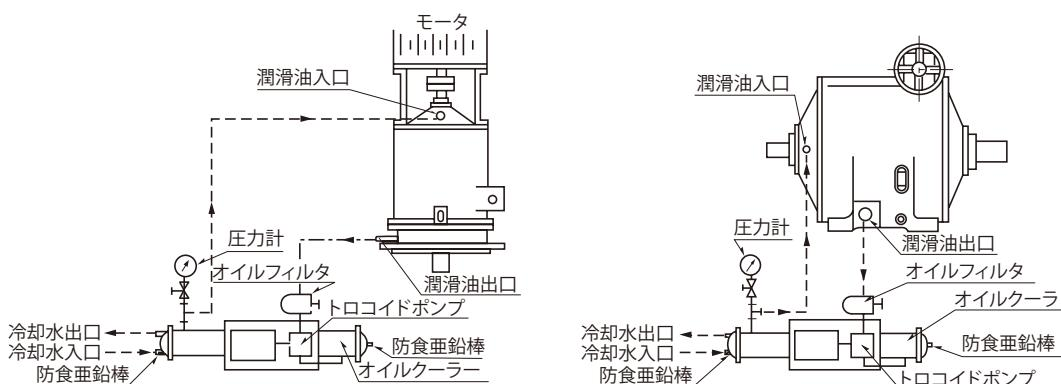

図 6-5 潤滑油冷却装置配管図
③バイエル部と潤滑油冷却装置の潤滑油出口・入口を製作仕様書でご確認の上、図 6-5 のように破線の部分をガス管で配管してください。
④バイエル部の潤滑油出口は 1 1/2B～2B、入口は 1B のガス管を使用してください。